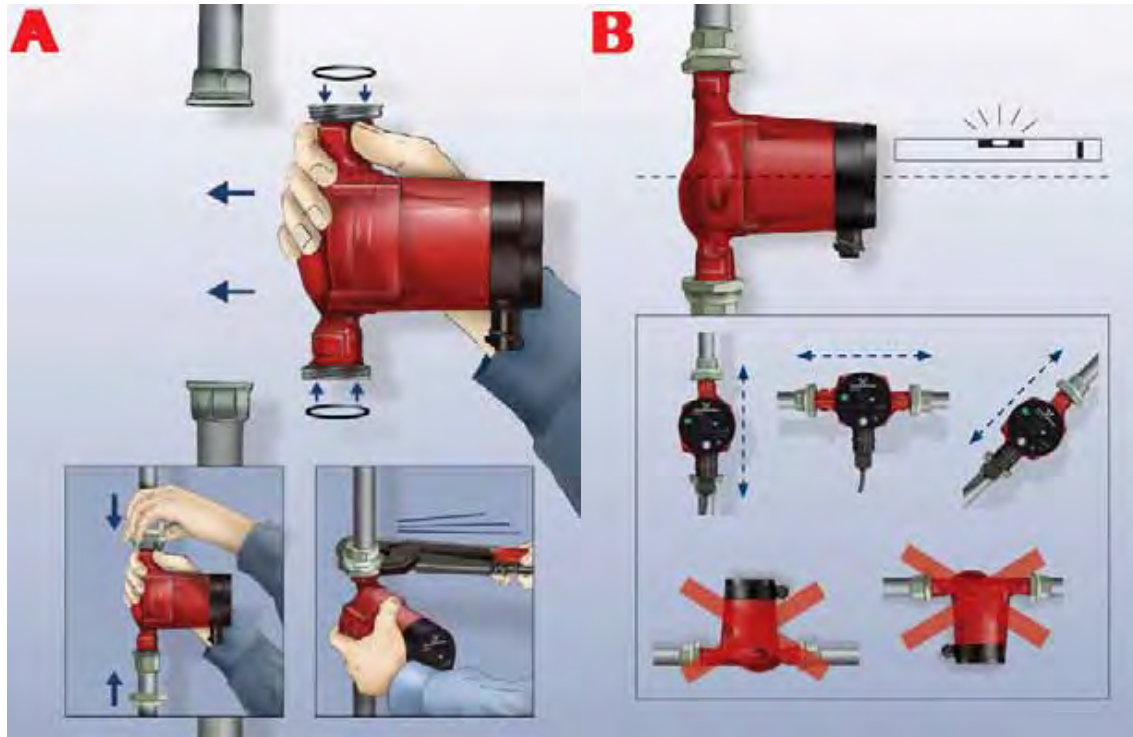

Abb. 3 Einbau der GRUNDFOS ALPHA2
1. Beim Einbau der Pumpe sind die beiden mitgelieferten Dichtungen wie dargestellt einzusetzen. Siehe Abb. 3, Pos. A.
2. Die Pumpe ist so einzubauen, dass sich die Motorwelle in horizontaler Position befindet. Siehe Abb. 3, Pos. B.